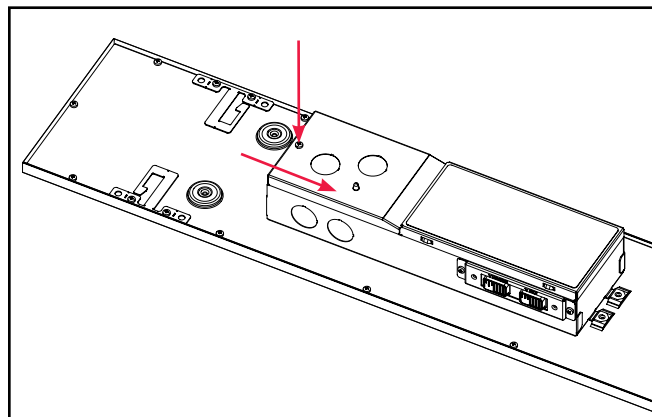

Figura 6.
8. Coloque todos los cables y tuercas de cable en la caja de conexiones de la luminaria, reemplace la placa de acceso eléctrico y apriete el tornillo. (Figura 6.)